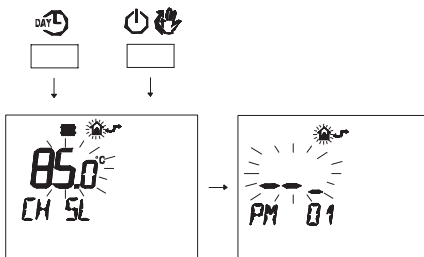

Рисунок 5.103
- Нажмите одновременно кнопки **DAY** и **ON/OFF**, чтобы войти в поле ввода настроек (Рисунок 5.103).